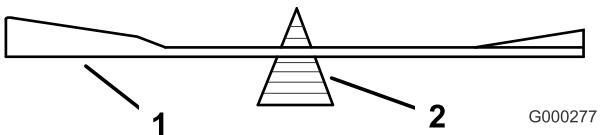
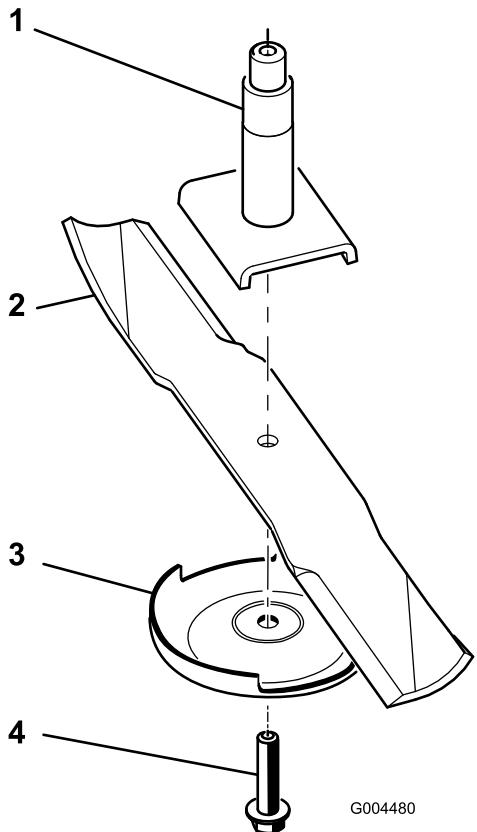

图22
图23
- 卸掉刀片螺栓、防刮板并从锭轴上取下刀片 图23。
- 将刀片放到刀片平衡器上来检查刀片的平衡 图22。如果刀片能够保留在水平位置则证明刀片是平衡的且可以使用。如果刀片不平衡可仅在刀翼区一端研磨掉部分金属 图23。重复此程序直至刀片达到平衡。
- 把刀片安装到锭轴上 图23。
- 安装防刮板和刀片螺栓 图23。